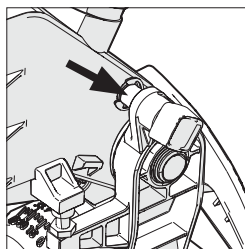

Fig. 16
- Certifique-se de que a cabeça da serra está bloqueada na sua posição inferior com o pino de engate completamente encaixado (ver Fig. 16).
- Certifique-se de que a cabeça da serra está bloqueada na sua posição inferior com o pino de engate completamente encaixado. (**Fig. 16**).
- Retire o pino de engate (Fig. 16) e deixe que a cabeça da serra suba até à sua posição superior.